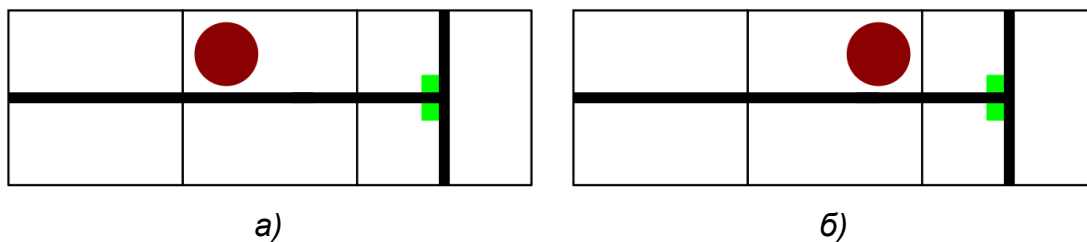

Рис. 4. Варианты расположения маркера контрольной точки на клетке, которую робот проезжает два раза
- 3.3.6 Некоторые клетки робот может проезжать два раза в различных направлениях, если в маршруте есть тупики (см. пример на рис. 4). В этих клетках маркер контрольной точки располагается около стороны, которую робот проедет первой при достижении контрольной точки.
*Пример. На рис. 4 приведены два варианта расположения маркера контрольной точки в центральной клетке.*
*При расположении маркера около левой стороны клетки (рис. 4а) будет считаться, что робот достиг контрольной точки, когда он заедет в центральную клетку с левой стороны, т.е. до прохождения тупика.*
Аналогично, при расположении маркера с правой стороны клетки (рис. 4б) будет считаться, что робот достиг контрольной точки, когда он заедет в центральную клетку с правой стороны, т.е. уже после прохождения тупика.